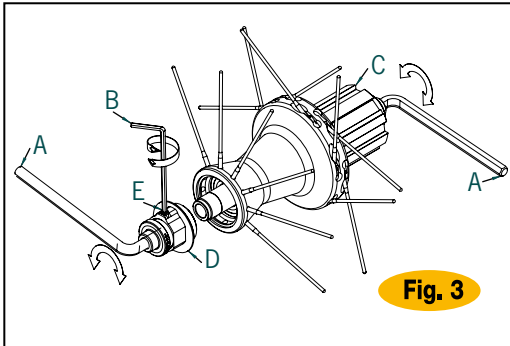

Fig. 3
- Introduzcan nuevamente el perno (C) con el relativo distanciador en el cuerpo del buje prestando mucha atención al correcto posicionamiento de las carracas, y bloqueen firmemente la tuerca de tope móvil con un par de 15 Nm.
- Si es necesario, regulen el buje actuando sobre la virola (D):
- Aflojen el perno (E) con una llave Allen (B), (Fig.3).